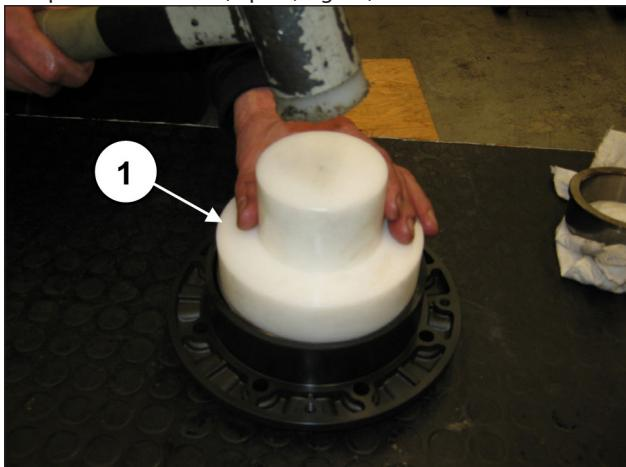
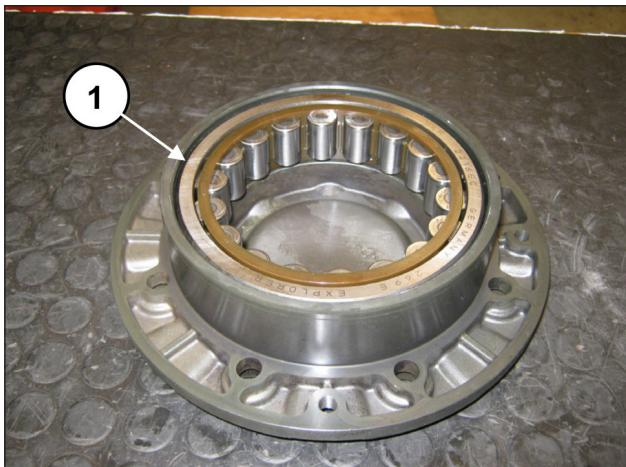

Fig. 55
Fig. 56
Répéter l'opération sur le carter du cache en pré-montant la bague extérieure du roulement de vilebrequin à l'aide de l'outil réf. 27605000 (rep. ①, Fig. 55) jusqu'à ce qu'il soit complètement inséré (rep. ①, Fig. 56).